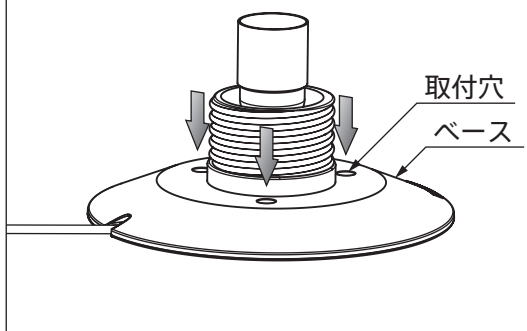

図 5
8. ベースにパッキンを通し、すき間の無いようしっかりはめ込みます。(図5)